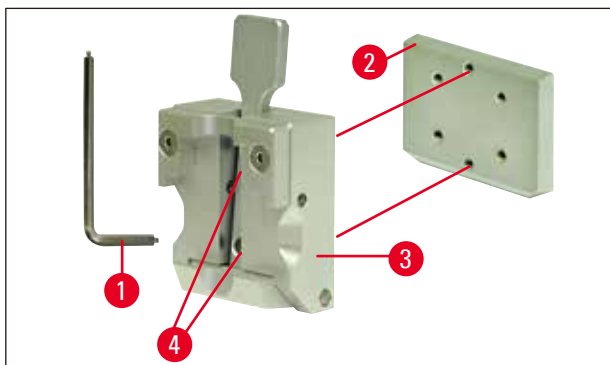

图 10
3. 要从样品夹 (→ 图 10-2) 上卸下燕尾棒 (→ 图 10-3)，请松开燕尾棒的两个螺丝 (→ 图 10-4) (→ 图 10)。同样使用带手柄的 3 号内六角扳手。